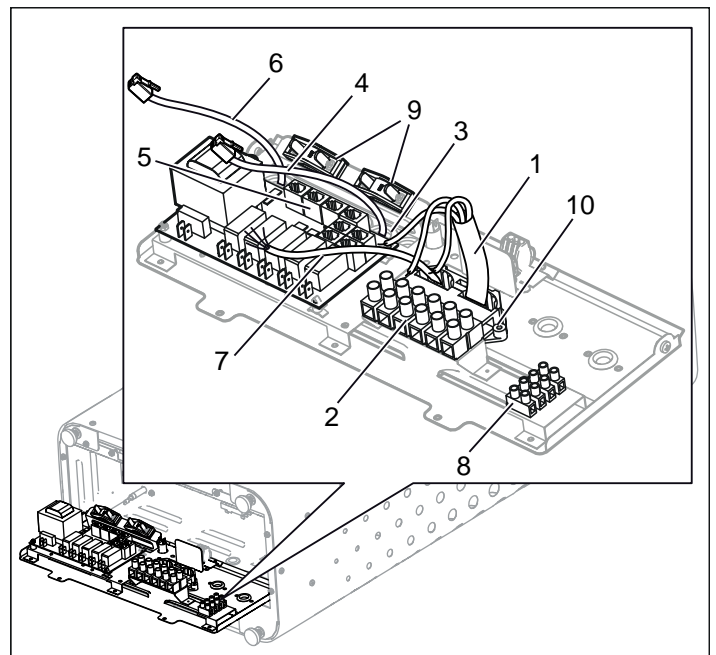
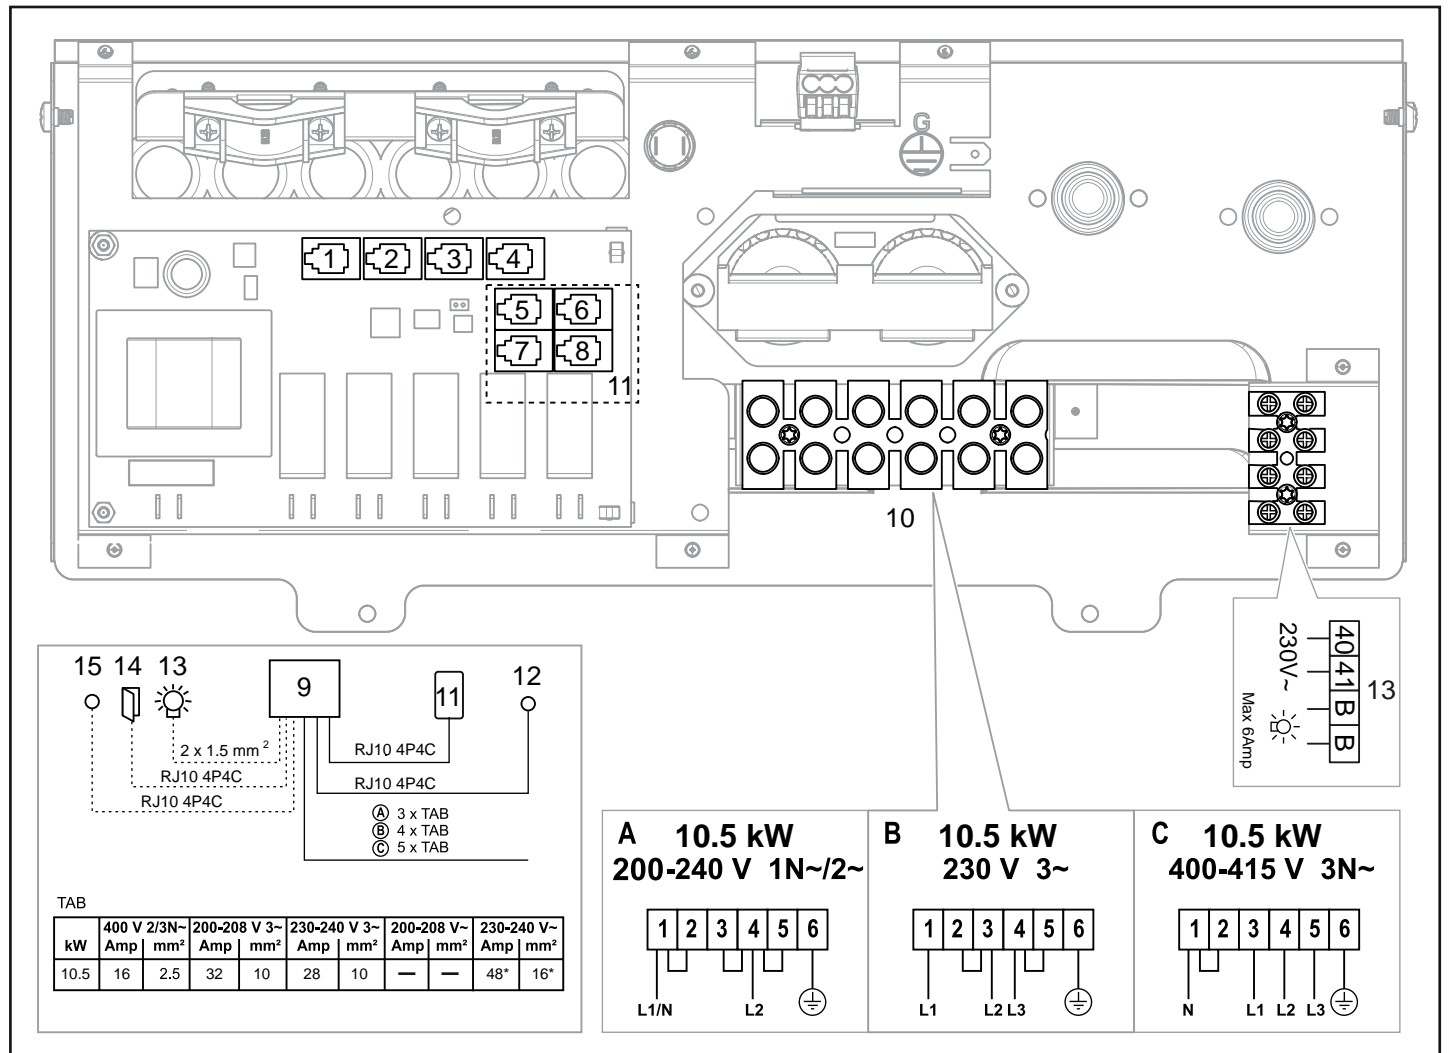

Рисунок 8: Монтажная плата
Рисунок 11: Схема соединений
3. Подключите провод (1) к соединению (2) (см. рис. 8) согласно схеме соединений (см. раздел Подключение/схема соединений, страница 29).
4. Протяните кабели к панели управления и датчику температуры через кабельные вводы (3). Подключите кабель панели управления (4) к одному из четырех контактов RS485 (поз. 5-8) (5) (см. рис. 8) в соответствии с схемой соединений (см. раздел Подключение/Схема соединений, страница 29).
5. Подключите кабель датчика (6) к NTC-контакту на плате (поз. 1) (5) (см. раздел Подключение/Схема соединений, страница 29) в соответствии с схемой соединений (см. раздел Подключение/Схема соединений, страница 29).
6. Подключите провод к соединению (7) см. рис. 8, страница 27, к клеммнику (8) согласно схеме соединений, рис. 11, страница 29.
При подключении к источникам напряжения или при ином числе фаз, если это не указано в схеме соединений, рис. 11, страница 29, свяжитесь с технической службой Tuļö.